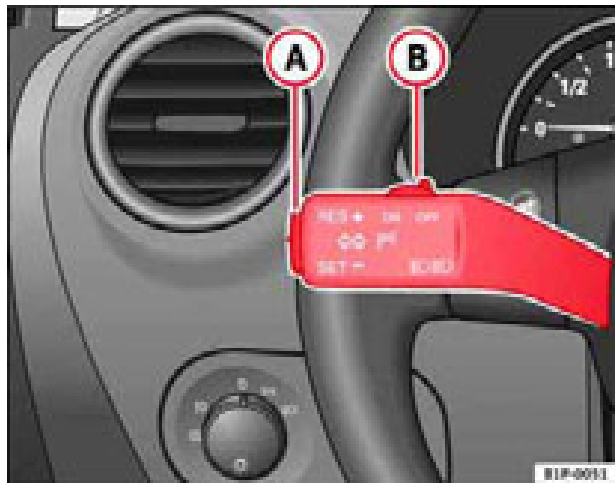

Fig. 122 Palanca de intermitentes y de luz de carretera: conmutador y tecla basculante para el regulador de velocidad
- Mueva el mando ⇒ fig. 122 (B) hacia la izquierda hasta la posición **ON**.